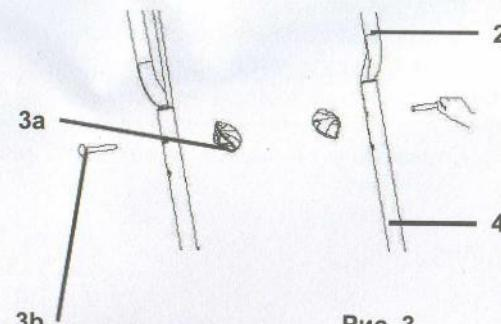

Рис. 3
1. Установите штанги верхней рукоятки (2) на штанги нижней рукоятки (4) и совместите отверстия в штангах верхней и нижней рукояток (рис. 3).
2. Зафиксируйте штанги верхней рукоятки (2) с помощью крепежных наборов (3) на штангах нижней рукоятки (4), а затем затяните барашки (3а) по часовой стрелке (рис. 3).